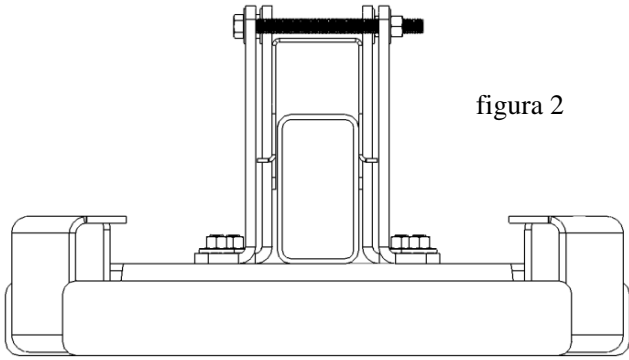

figura 2
①	Cant. (1)	Canal cruzado	⑤	Cant. (6)	Tuerca de bloqueo hexagonal, ½-13
②	Cant. (4)	Perno hexagonal, ½-13 x 1.50 largo GR5	⑥	Cant. (2)	Perno hexagonal, 1/2-13 x 6.00 largo GR5
③	Cant. (8)	Arandela cónica dentada, 1/2	⑦	Cant. (4)	Arandela plana, 1/2
④	Cant. (2)	Soporte en ángulo
**APLICACIÓN:** Este adaptador está diseñado para uso como una plataforma de montaje con una barra redonda de distribución de peso de Cequent Towing Products, barra Trunion (cuadrada) o kits WD SC de la serie Pro hasta para un máximo de 1,400 libras de peso máximo en la horquilla como se muestra en la figura 1. Si adaptador de lengua de Polo se utiliza como se muestra en la figura 2 – peso máximo de remolque 12.000 libras con un peso de lengua máx. de 1.200 libras.
1. Centre el canal cruzado (1) en la horquilla del remolque aproximadamente 29" hacia atrás desde el centro del acoplador. Esta dimensión variará dependiendo del modelo de sistema WD utilizado.
- Sin apretar, una los dos (2) soportes angulares (artículo 4) al canal cruzado usando los pernos hexagonales de 1/2" x 1.50, las arandelas cónicas dentadas y las tuercas de bloqueo hexagonales como se muestra.
- Deslice los soportes angulares (artículo 4) firmes contra el costado de la horquilla del remolque. Apriete todos los cuatro (4) pernos hexagonales 1/2 x 1.50.